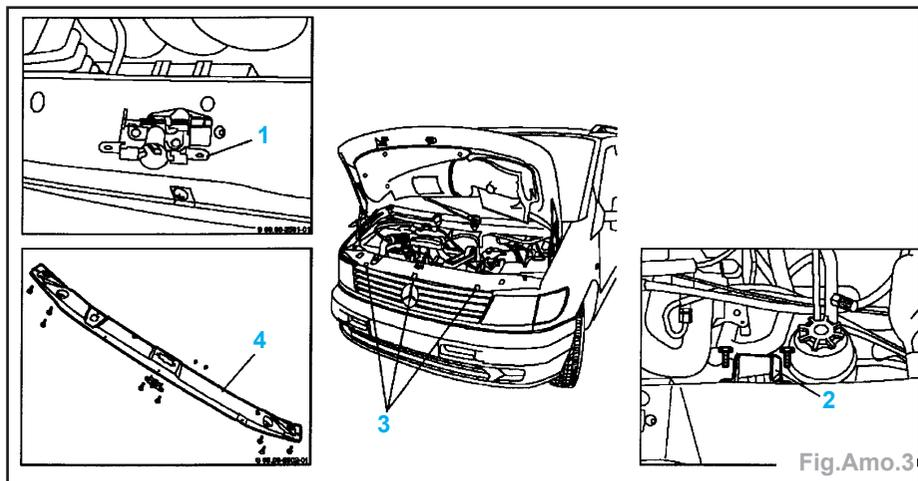

Fig.Amo.3
- Déposer (Fig.Amo.3) :
- le support du réservoir (2) de la pompe de D.A.,
- la traverse (4).
- Décrocher le câble d'ouverture de capot moteur et déposer la serrure (1).